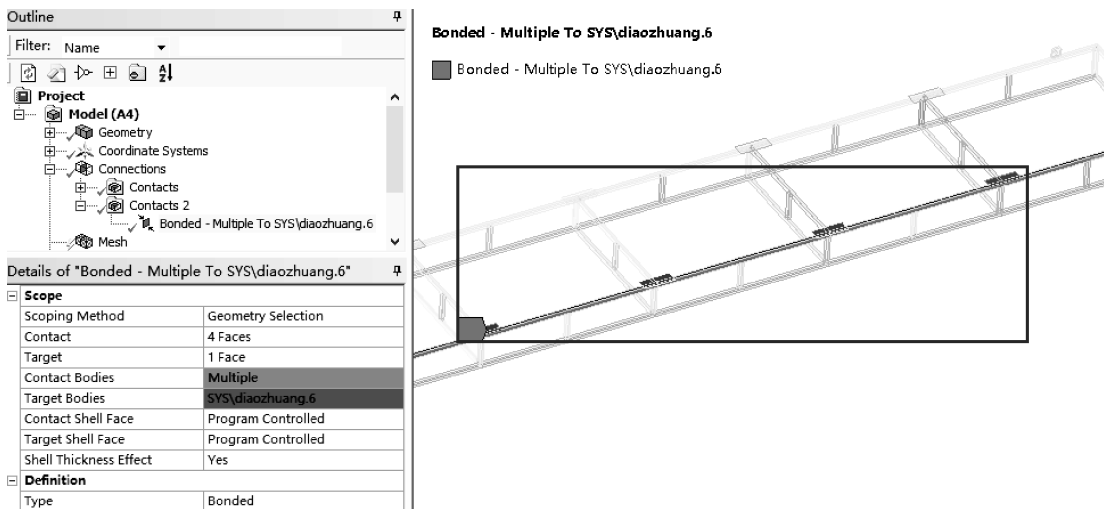

图 1-27 一侧衬板接触
(1) 抑制自动接触，导航树上展开【Connections】→【Contacts】，按住 Ctrl 键并选中自动接触区域（Contact Region1 - 25），单击鼠标右键，选择【Suppress】，抑制 25 个接触对。
(2) 在导航树上单击【Connections】→【Contact】→【Bonded】，在接触详细信息栏，接触区域选择一侧上长纵梁上的 4 个衬板，目标区域选择 4 个衬板所对应的梁；详细信息栏里【Shell Thickness Effect】= Yes，其他选项默认，如图 1-27 所示。